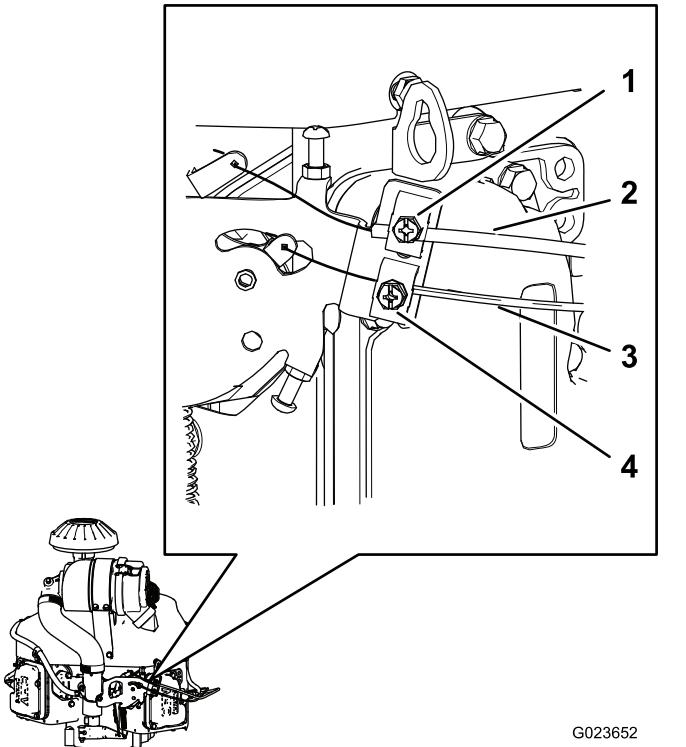

Bild 64
2. Lockern Sie die Klemmschraube am Mantel des Gaszugs, mit der dieser am Motor befestigt ist (Bild 64).
4. Ziehen Sie den Mantel des Gaszuges (Bild 64) hoch, bis der Gaszug fast kein Spiel mehr hat, und ziehen Sie die Klemmschraube fest.
2. Lockern Sie die Klemmschraube mit der der Mantel des Chokezugs am Motor befestigt ist (Bild 64).
5. Ziehen Sie den Mantel des Chokezugs (Bild 64) hoch, bis der Chokezug fast kein Spiel mehr hat, und ziehen Sie die Klemmschraube fest.